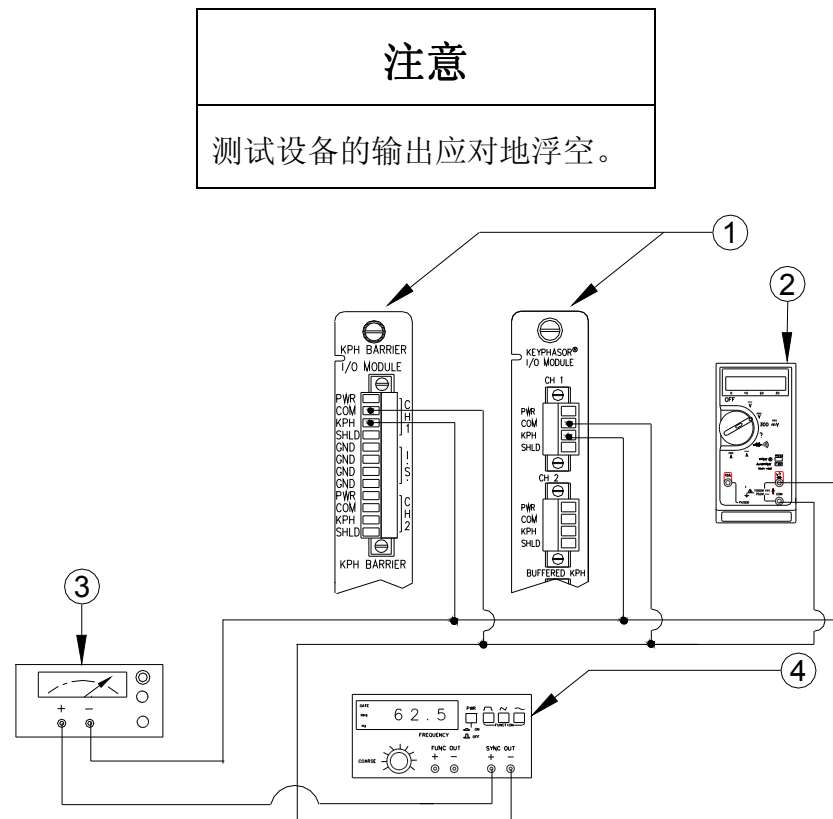

图 5-4: 键相模块校验测试布置
本节展示了如何验证键相模块通道的正确工作状态。该试验步骤测试键相模块每个通道的阈值、RPM、以及 OK 状态。改变键相信号输入频率和直流偏置电压，然后在测试计算机上观察 3500 框架组态软件校验画面输出的结果是否正确，从而完成校验步骤。请参见图 5-4。
1. 如图 5-4 所示连接开启信号发生器和直流供电电源，并开启它们。现在，仅把组合测试信号输出连接到万用表（而非 I/O 模块）。
2. 按照图 5-4 所示把测试信号连接到键相 I/O 模块或外部端子块。
2. 按照图 5-4 所示把测试信号连接到键相 I/O 模块或外部端子块。调整频率到 100 Hz。